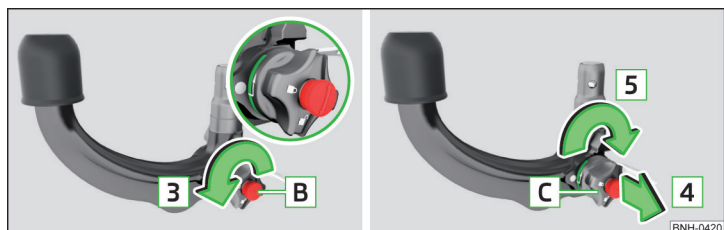

Fig. 212 Reglarea poziției de disponibilitate
- › Rotați cheia **B** până la capăt în sensul săgeții **3**, astfel încât săgeata de pe cheie să fie orientată spre simbolul ♁ » fig. 212.